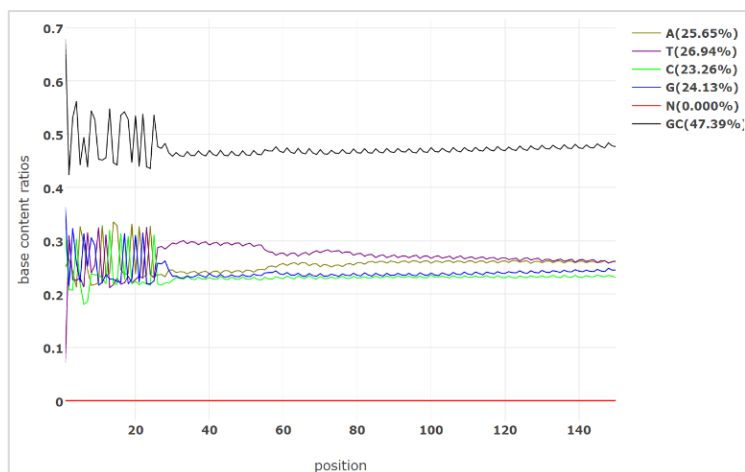

图 6. Read 2 碱基分布情况
- ✚ 测序文库构建时，如果使用酶切法或超声打断法在双链 cDNA 的两端添加 Adapters，Reads 2 的测序结果会包含 3' Oligo (dT) Primer 的 dT30 序列。测序后，接头序列会出现在 Read 2 的前 25 个循环中，紧接着是 dT30 序列，出现碱基不平衡的情况，如下图 6。